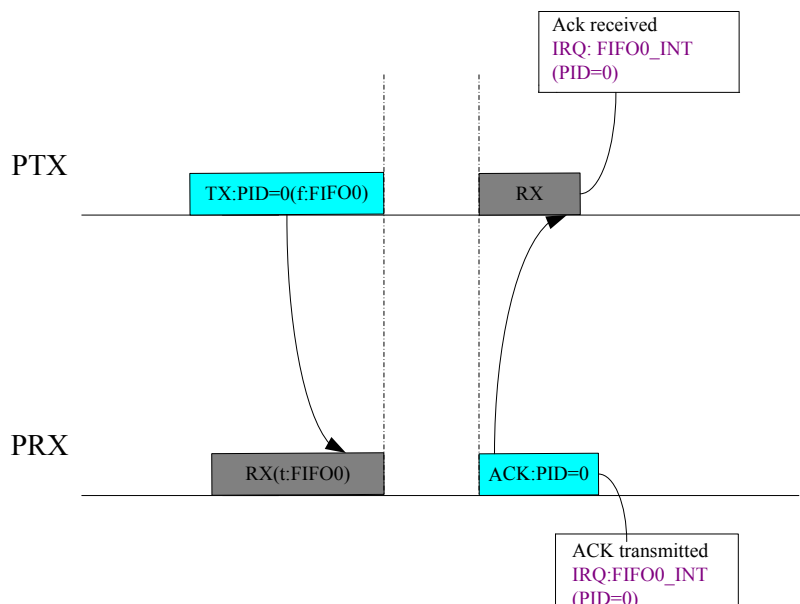

图 10-7 ACK 使能正常通讯中断示意图
- ◆ 当 PTX 与 PRX 同时使能当前通信 PIPE 的 ACK 功能后（Pn_EN = ‘1’并且 Pn_ACKEN = ‘1’）。PRX 在正确接收一帧数据后由 RX 模式自动切换为 TX 模式发送 ACK 帧，并在完成 ACK 帧发送后置起 FIFO0_INT（0x11）中断标志位（详见图 10-7）。PTX 在一帧数据发送完成后由 TX 模式自动切换为 RX 模式等待接收 ACK 帧，并在成功接收到 ACK 帧后置起 FIFO0_INT 中断标志位（详见图 10-7）。
ACK 使能情况下($Pn_ACKEN=1$), PTX 在成功接收 ACK 后, 中断标志位 $FIFO0_INT$ 将置'1'。若 PRX 成功接收数据包 (PHR 与 PSDU 正确), 在回复 ACK 后中断标志位 $FIFO0_INT$ 将置'1', 如图 10-7 所示。